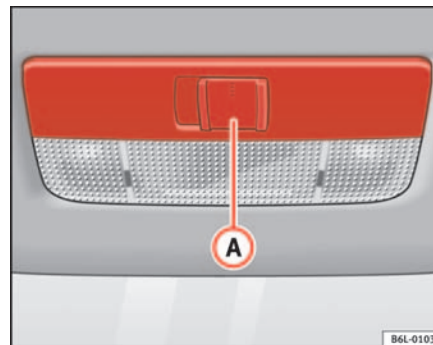

Fig. 60 Revestimiento interior del techo: iluminación delantera del habitáculo
Con el mando  fig. 60 (A) puede seleccionar las siguientes posiciones:
Desplazar el conmutador a la posición O  fig. 60 .